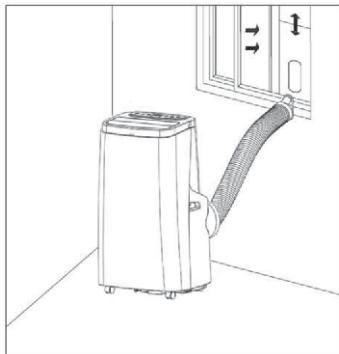

Figur 4
1. Flytt klimaanlegget med påmontert varmerør og tilbehør foran vinduet. Hoveddelen må være minst 50 cm fra vegg eller andre gjenstander (som vist på figur 4).